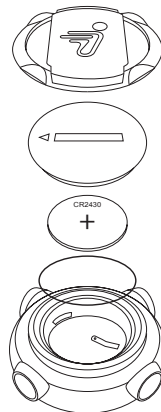

Abbildung 42. Austauschen der InfoKey-Batterie
2. Schrauben Sie mit einer Münze oder einem Flachkopfschraubendreher die rückwärtige Abdeckung des InfoKey ab (siehe **Abbildung 42**).